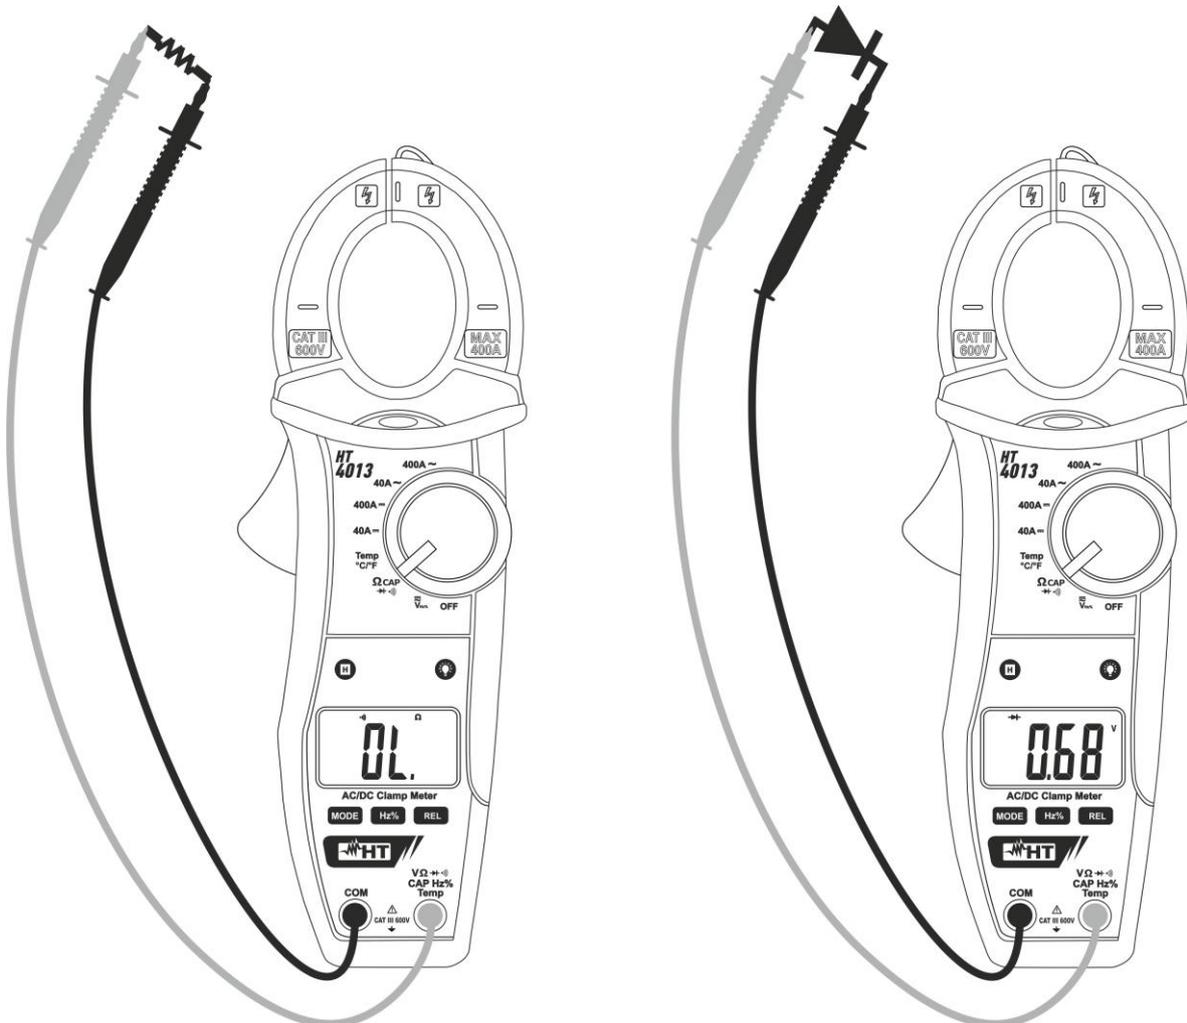

Fig. 7: Utilização da pinça em Testes de Continuidade e Testes de Díodos
3. Inserir o cabo vermelho no terminal de entrada **VΩ \rightarrow ”) CAP Hz% Temp** e o cabo preto no terminal de entrada **COM** e efetuar o teste de continuidade sobre o objeto em teste (ver Fig. 7 – parte esquerda). O indicador sonoro emite um sinal acústico quando o valor da resistência medida é inferior a cerca de 150Ω.
5. Conectar a ponteira vermelha ao ânodo do diódo e a ponteira preta ao cátodo no caso de medição de polarização direta (ver Fig. 7 – parte direita). Inverter a posição das ponteiros no caso de medição de polarização inversa.